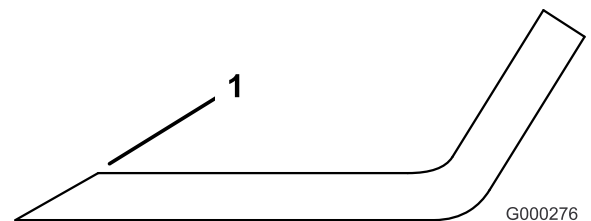

図 126
3. すべてのブレードの刃先を点検し、刃先が丸くなっていたり打ち傷がある場合には研磨する 図 126。
**注** 研磨は刃先の上面だけに行い、刃の元々の角度を変えないように十分注意する 図 126。左右を同じだけ削るようにすればバランスが狂わない。